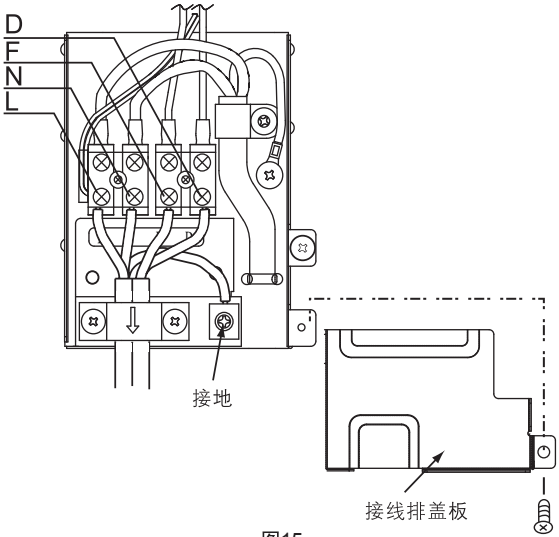

图15
- 连接电缆连接结束后，必须按图15所示装上接线盖板。
- 然后用手将面框右下角风室下盖板③、④处的勾子沿箭头相反方向推紧，装上风室下盖板。
- 先将连接电缆如下图将头部弯折。(如图15)